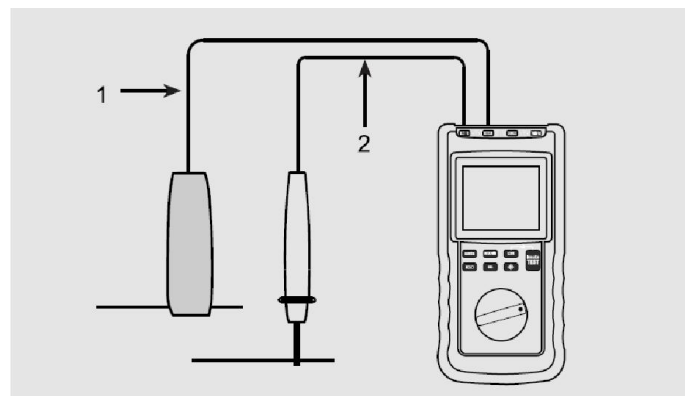

Figure 5 1 – Przewód testowy z dużym krokodylem
- Stosownie do Fig 5 i informacji w rozdziale identyfikacja przewodów pomiarowych umieścić wtyk przewodu wysokonapięciowego (czerwonego) w terminalu „MΩ” i wtyk przewodu z dużym krokodylem (czarnego) w terminalu „mA”